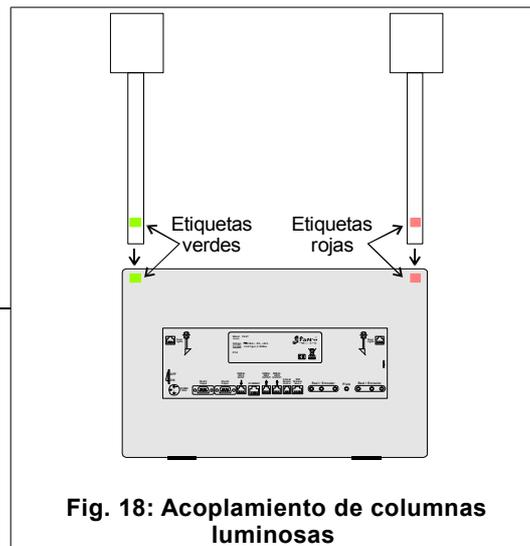

Fig. 18: Acoplamiento de columnas luminosas
1. Mire el color asignado a las columnas luminosas (rojo y verde), indicado en la etiqueta situada en la parte baja de la barra de soporte de cada torre. Véase la Fig. 18.